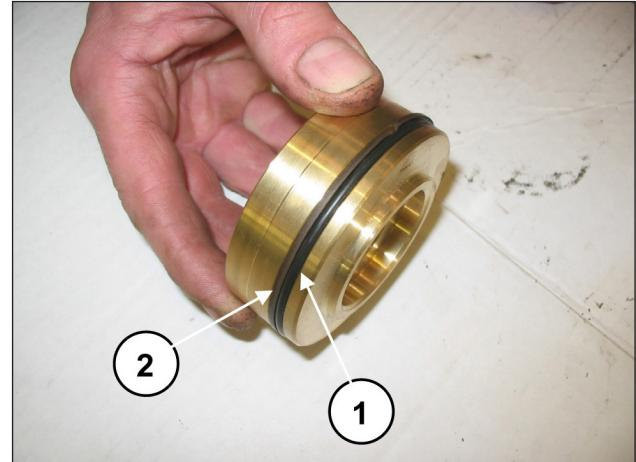

图 127
把O形环(分解图位置17, ① - 图 127)和密封环(分解图位置21, ② - 图 127)安装在排出阀的塞盖上。